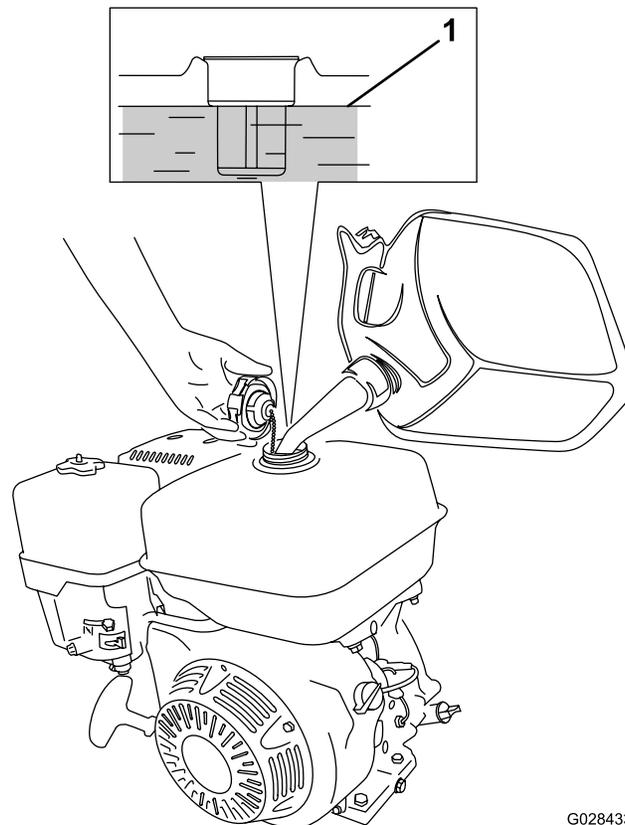

Figura 14
1. Pulite intorno al tappo del serbatoio carburante e togliete il tappo dal serbatoio (Figura 14). Quando si utilizza benzina senza piombo (minimo 87 ottani), riempite il serbatoio del carburante a circa 25 mm dal bordo del serbatoio per consentire l'espansione del carburante.